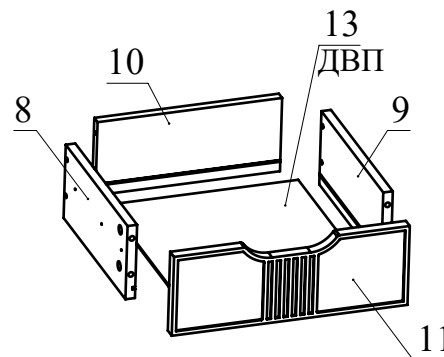
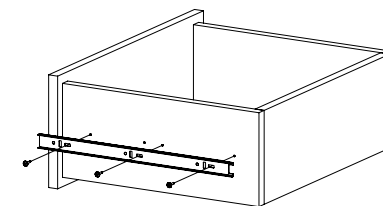

Рис.8
Рис.9
8. Соберите ящик. Для этого соедините детали 8 и 9 с деталью 10 при помощи конфирматов. Вставьте дно ящика 13 из ДВП в пазы деталей 8, 9, 10. Соедините фасад ящика с полученной конструкцией и затяните головки минификсов (Рис. 8). Закрепите внутренние планки направляющих на деталях 8 и 9 шурупами 3, 5х16 (Рис. 9). При необходимости регулировки ящика выкрутите шурупы из круглых отверстий и перекрутите в овальные (продольные и вертикальные) регулировочные отверстия). Не затягивая до конца шурупы, сместите ответную планку вверх-вниз. Затяните шурупы до конца.